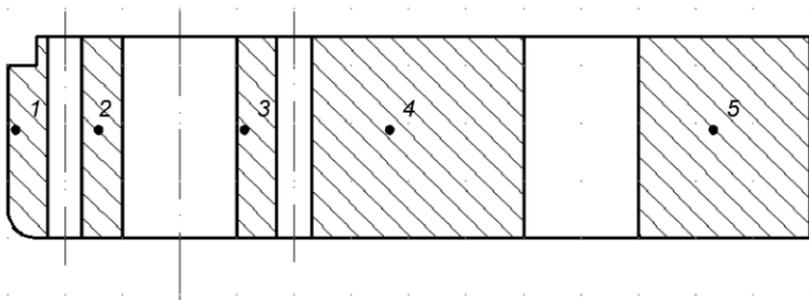

Рис. 5.2. Отредактированная штриховка фигур сечения
2. Заштриховать фигуру сечения на виде спереди, где необходимо построить разрез по плоскости симметрии в соответствии с рис. 5.2: